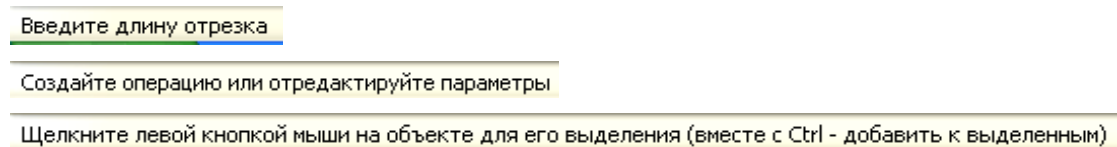

Рис. 12. Примеры информации в Строке сообщений
**Строка сообщений** располагается в нижней части программного окна. В ней появляются различные сообщения и запросы системы (рис. 12). Это может быть: краткая информация о том элементе экрана, к которому подведен курсор; сообщение о том, ввода каких данных ожидает система в данный момент; краткая информация по текущему действию, выполняемому системой.